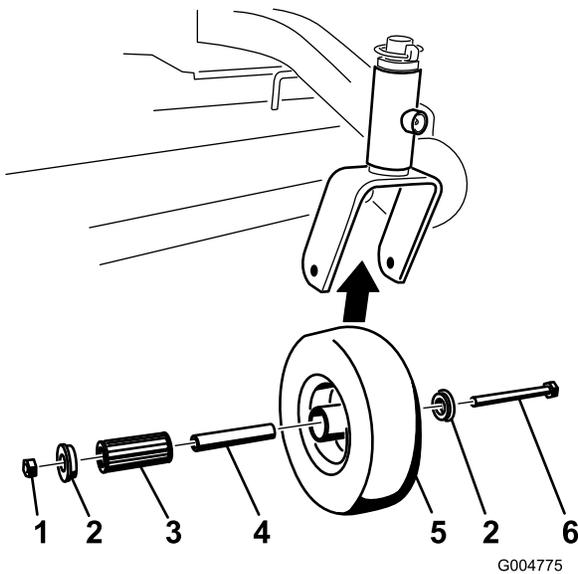

Figure 45
- Enlevez le contre-écrou et le boulon de fixation de la roue pivotante à la chape (Figure 45).
- Enlevez une bague, puis sortez la douille pour clé et le roulement à rouleaux du moyeu de roue (Figure 45).
- Enlevez l'autre bague du moyeu, puis nettoyez la graisse et les saletés éventuellement présentes dans le moyeu (Figure 45).
- Examinez l'usure du roulement à rouleaux, des bagues, de la douille pour clé et de l'intérieur du moyeu. Remplacez les pièces endommagées ou usées (Figure 45).
- Pour le remontage, placez une bague dans le moyeu de la roue. Lubrifiez le roulement à rouleaux et la douille pour clé, et insérez-les dans le moyeu. Mettez la deuxième bague dans le moyeu (Figure 45).
- Montez la roue pivotante dans la chape à l'aide du boulon et du contre-écrou. Serrez le contre-écrou jusqu'à ce que la base de la douille pour clé soit en appui contre l'intérieur de la chape (Figure 45).